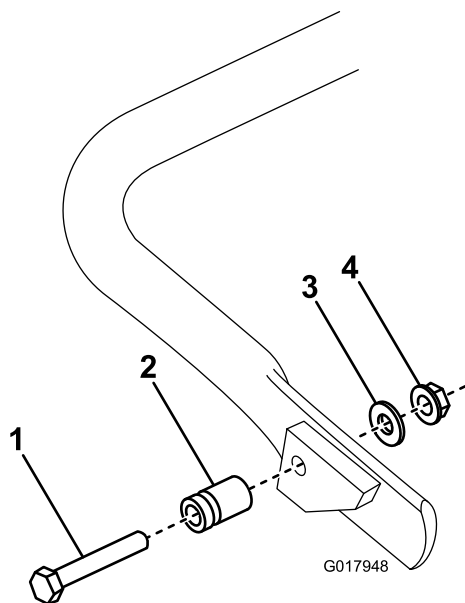

Bild 5
1. **Nur Modell 04056:** Befestigen Sie den Federbolzen mit der mitgelieferten Schraube, Scheibe und Bundkopfmutter an der rechten Seite des Ständers (Bild 5).